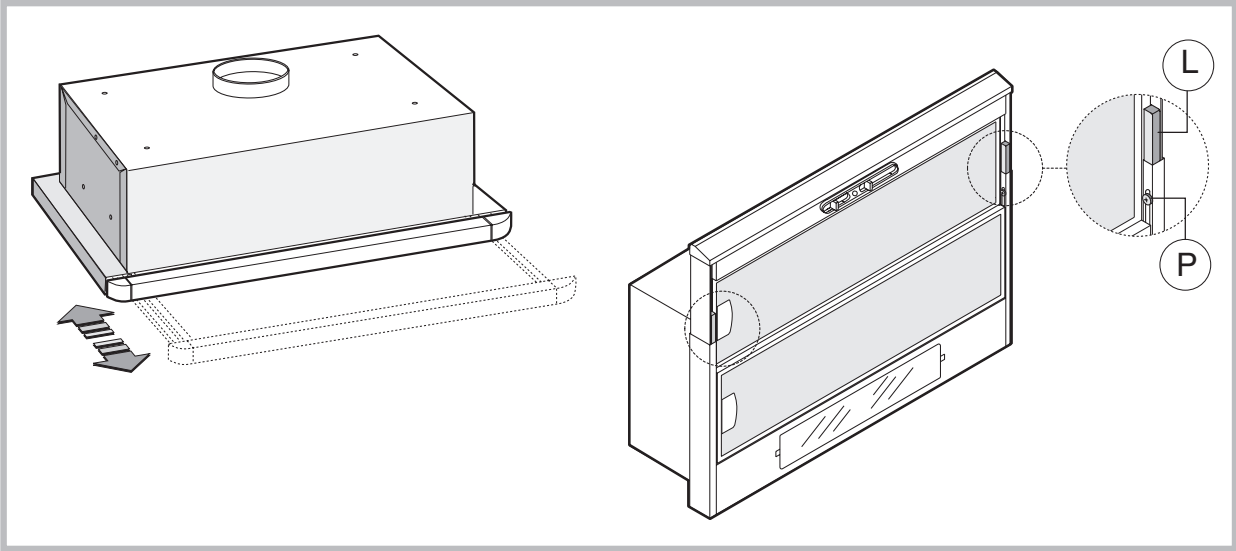

Fig.3
Для правильного монтажа проследите, чтобы аппарат и навесной шкаф совпали с задней стороны, выровняйте лобовую часть колпака с дверцей навесного шкафа, регулируя дистанционную деталь (L) справа и слева с помощью болтов (P) рис. 3.